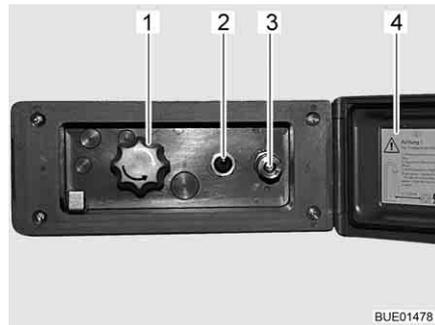

Bild 87 Duschanschluss außen
- Deckel (Bild 87,4) entriegeln und öffnen.
- Schlauch der Außendusche am Schnellverschluss (Bild 87,3) anschließen.
- Wasserpumpe mit Schalter (Bild 87,2) einschalten.
- Wassertemperatur mit Drehknopf (Bild 87,1) nach Wunsch einstellen.
- Wasserpumpe mit Schalter (Bild 87,2) ausschalten.
- Deckel (Bild 87,4) schließen und mit Schlüssel verriegeln.
- Drehknopf (Bild 87,1) auf Mittelstellung stellen.